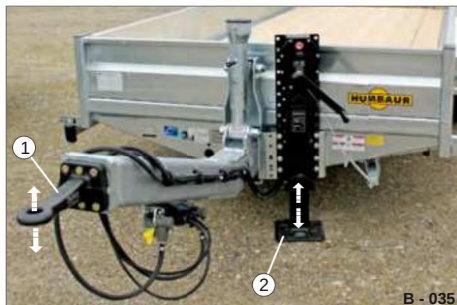

Fig. 34 Allineamento / Allineamento
• Se necessario, correggere la posizione del timone del tubo (Fig. 34/1) utilizzando l'organo di supporto a ingranaggi (Fig. 34/2).